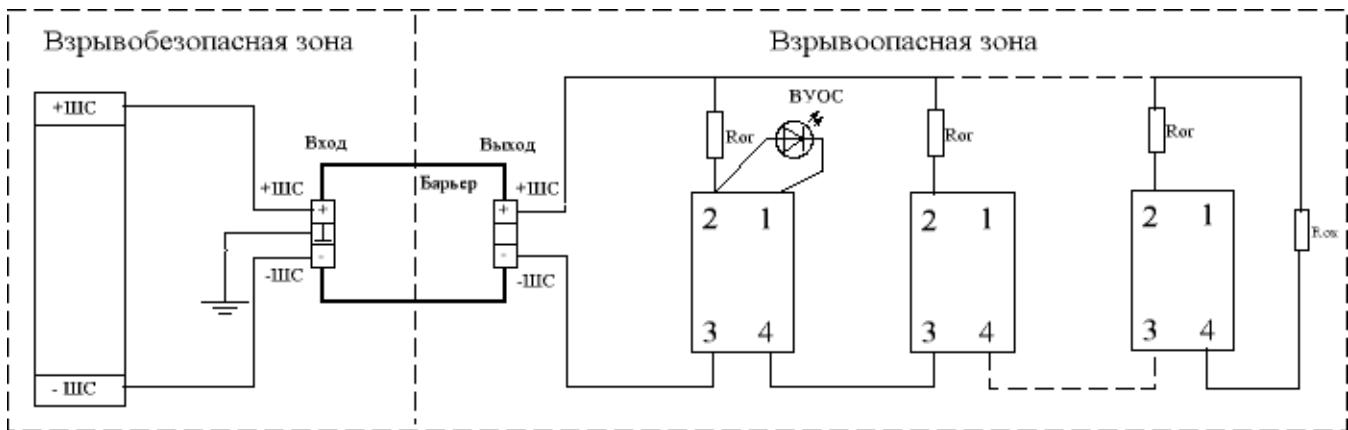

Рис. 3. Схема подключения извещателей двухпроводным шлейфом с напряжением питания 24 В к приемно-контрольному прибору
7.5 Схема подключения извещателей в двухпроводный шлейф пожарной сигнализации приведена на рис. 3.